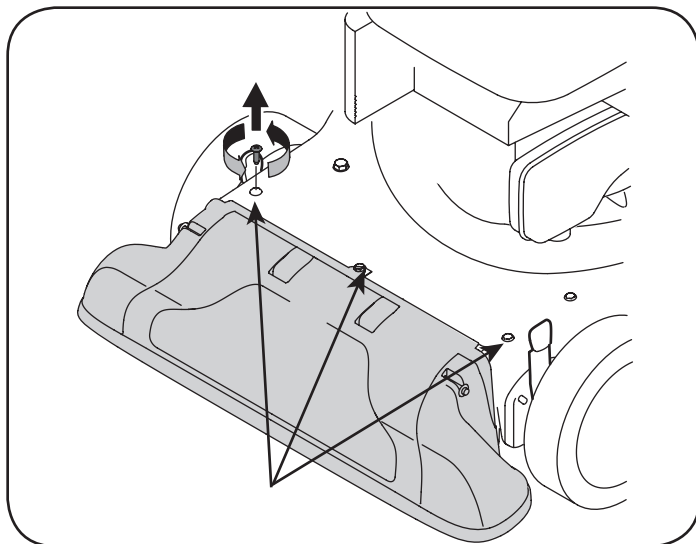

Figura 20
6. Saque los tres tornillos de la caja superior que ajustan la cubierta del pico. Vea la figura 20.